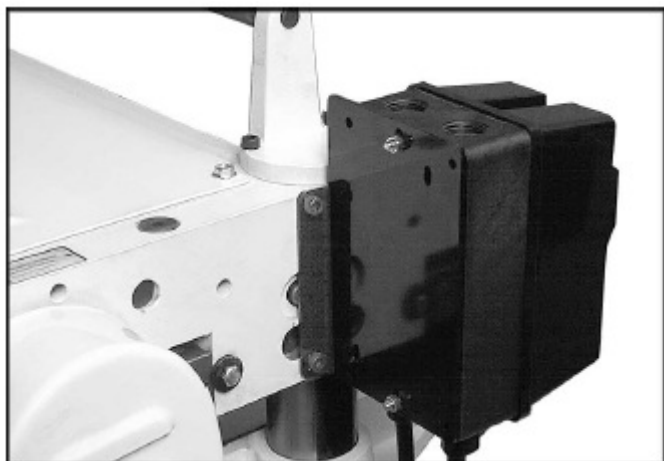

Рис. 6
Установить коробку управления, как показано на рис. 6, с помощью двух винтов с шестигранным шлицем, ввёрнутых в литой корпус головки шестигранным ключом на 5 мм.
1. Закрепить чугунный стол на кромке главного стола тремя болтами М8 х 25 (рис. 6а). Не затягивать полностью.